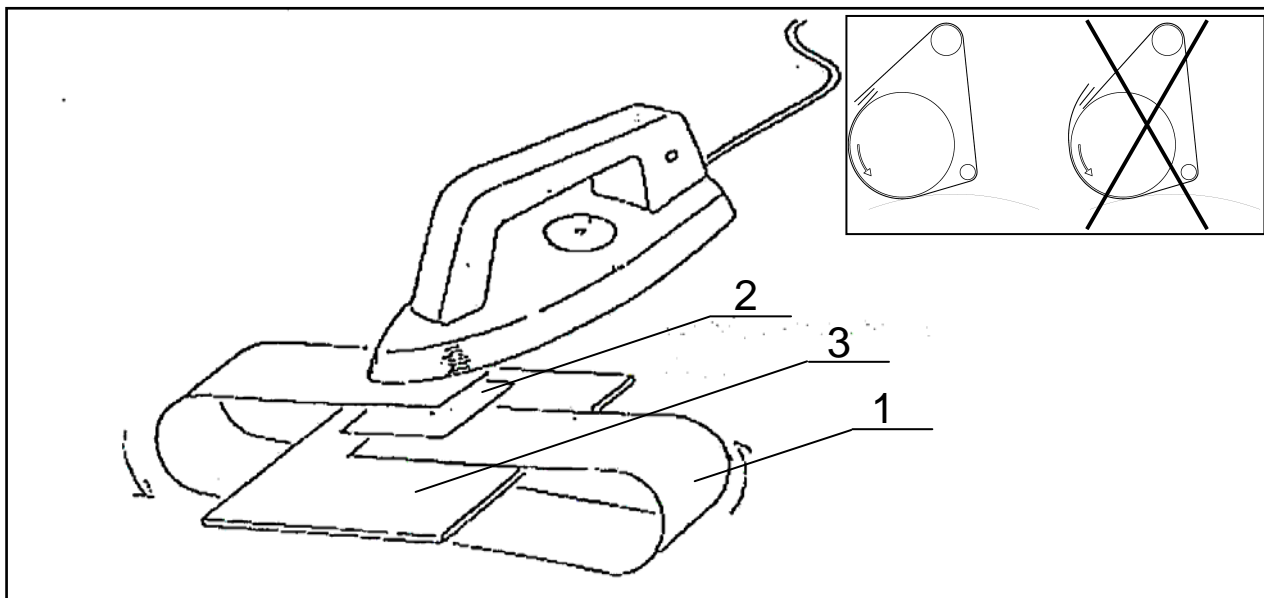

Figura 6.6.
- Lo stato dei nastri deve essere controllato 1x la settimana. I nastri mancanti devono essere completati. Nuovi nastri possono essere nei casi di emergenza uniti con un nodo, ma per evitare l'impronta del nodo nel rivestimento del rullo pressore superiore il costruttore raccomanda utilizzare speciale tecnologia d'incollatura – vedi figura 6.6.
- Figura 6.6. – Nastri del rullo pressore superiore – incollatura
- Nastro (1) è applicabile mediante stiratura (2). Sovrapposizione delle estremità dei nastri è circa 15 mm.
- Sovrapposizione – giunto incollato viene applicato sulla superficie del rullo pressore superiore dove si trova una piastrina di lamiera di alluminio (3) che viene interposta tra superficie del rullo e il giunto incollato.
- (2) – nastro d'incollatura > FILM FIT ADHESIVE (code: 549369).